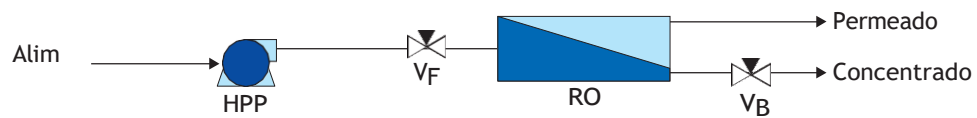

Figura TMM-220-3: Sistema de bomba centrífuga com motor de velocidade constante e soft start
3) Sistema de bomba centrífuga com motor de velocidade constante e soft start (**Figura TMM-220-3)**